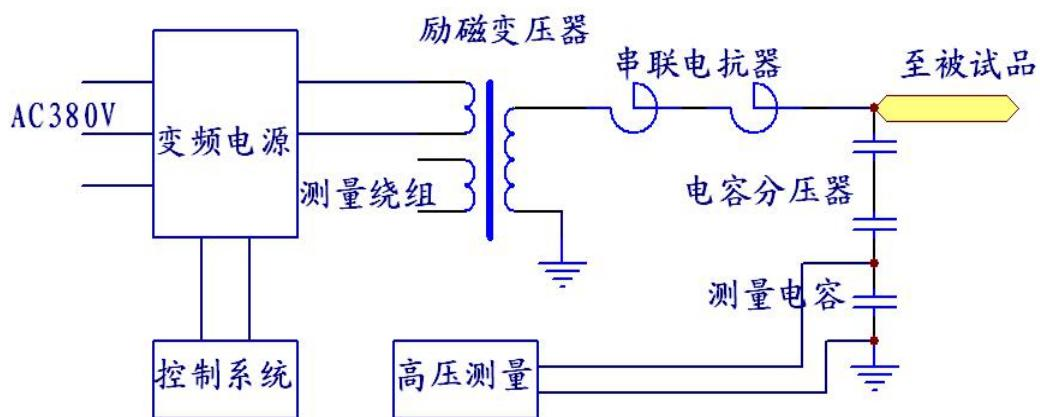

图 32 PY3520 型变频电源装置进行串联谐振交流耐压试验接线图
9.2.1 按照图 32 方式接好回路，试验电压的测量可以通过电容分压器测量。确认试验回路无误后，先不带试品进行空升试验。谐振回路由电抗器和电容分压器组成。整个装置与被试品之间通过一个无晕的高压导线连接。然后设置好分压比、测试电压。过电压保护、测试电流、试验时间、打开高压电流与电压等数据即可进行升压试验。
- 10.7 变频柜的负载能力必须按图 32 的曲线规定范围内，严禁在低电压时带大电流负载。在曲线的下部分为安全区。超过该区域将增大三极管损耗，严重时导致放大回路的三极管损坏。当超过了曲线，工作在曲线的上方，屏幕上的输出电压和输出电流将闪动提示。如果继续进行试验，变频柜中将会发出跳闸信号，同时屏幕上显示“功率曲线保护”，并且控制箱中发出“嘀嘀”的报警声。此时需要改变中间升压变压器的变比或者降低负载电流才能够继续进行试验。